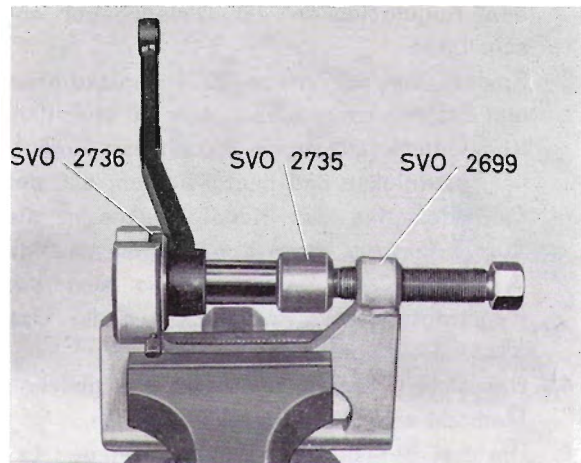

Abb. 66 Einbau der Buchse im Umlenkhebel
4. Werkstück umdrehen und die neue Buchse mit Hilfe der Werkzeugkombination 2699+2736 sowie Dorn 2734 in den Hebel einpressen, s. Abb. 66.
5. Den neu ausgebuchsten Umlenkhebel mit Scheibe (7) und Verschlußmutter am Lagerbock befestigen.